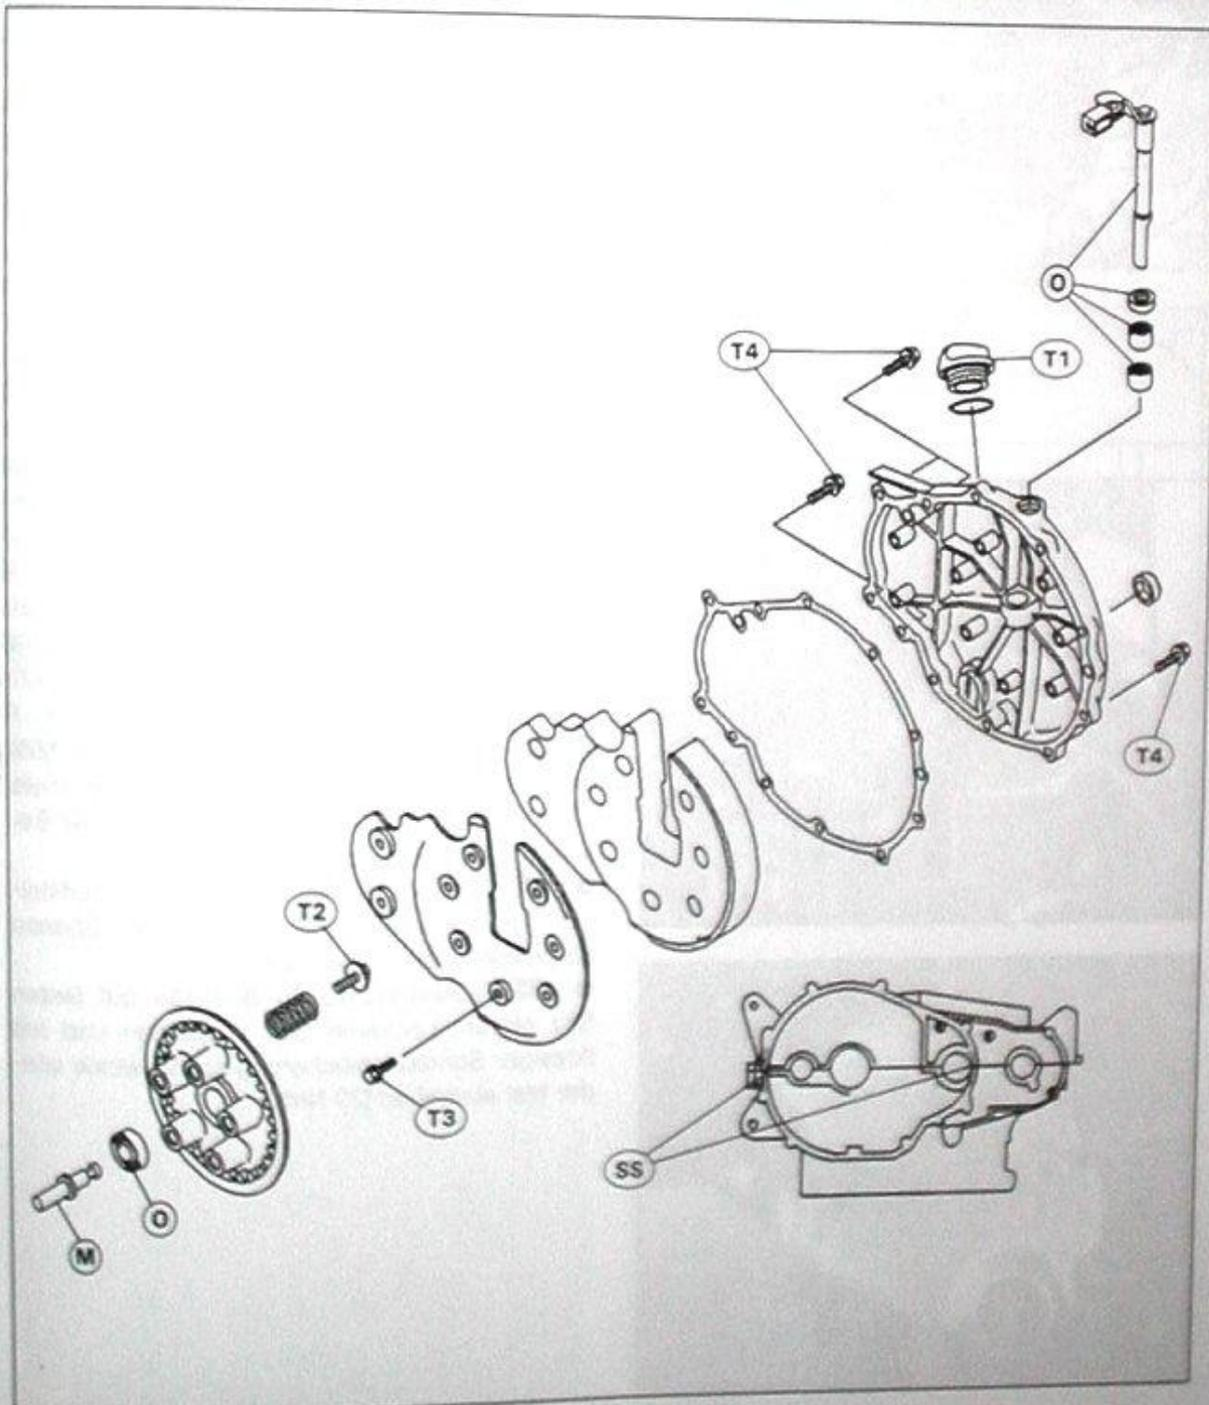

Bild 148
- Druckpilz und -lager leicht gefettet einsetzen (Bild 148).